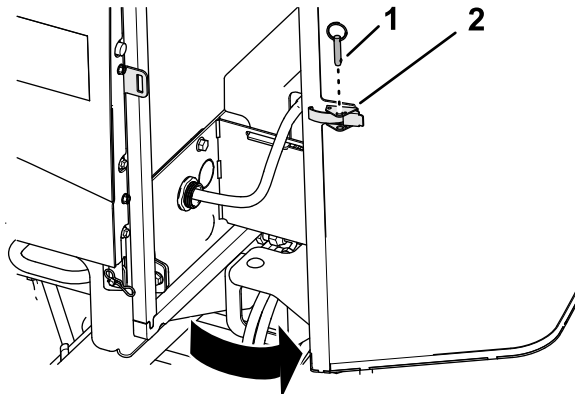

Figura 102
1. Retire el pasador de bola del cierre de la rejilla (Figura 102).